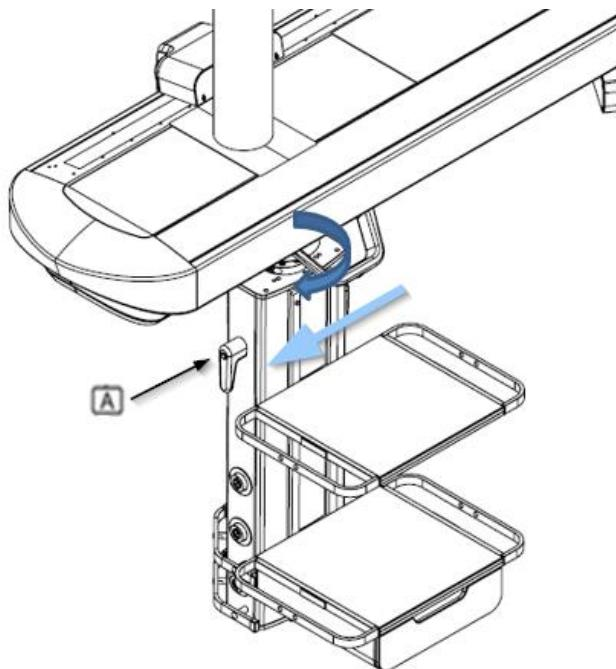

Abb. 28 Entriegelung der Dreh- und Verfahrbremsen von Säulen ohne Ausleger für ABITUS
Bei Konfigurationen ohne Auslegerarm ist nur die Betätigung (A) aktiviert. Durch Betätigen werden sowohl die Fahrbremse als auch die Drehbremse gleichzeitig gelöst, wie in Abbildung 28 dargestellt.